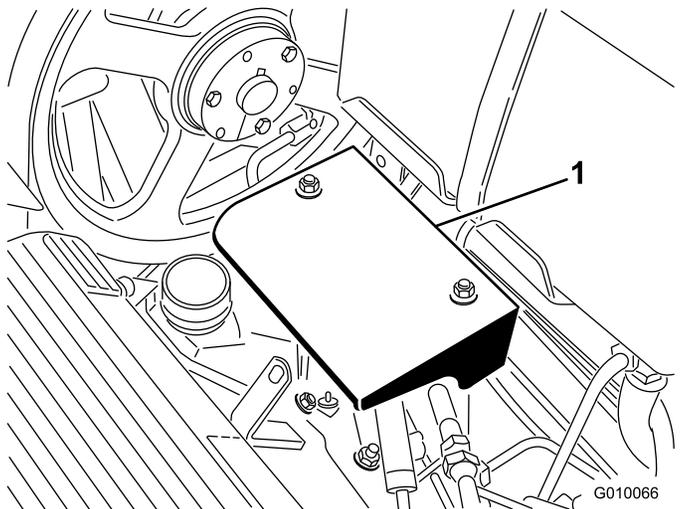

図 56
3. ポンプシールド取り付けナット 2 個を外してシールド外す 図 56。
- ポンプシールド取り付けナット 2 個を外してシールド外す 図 56。